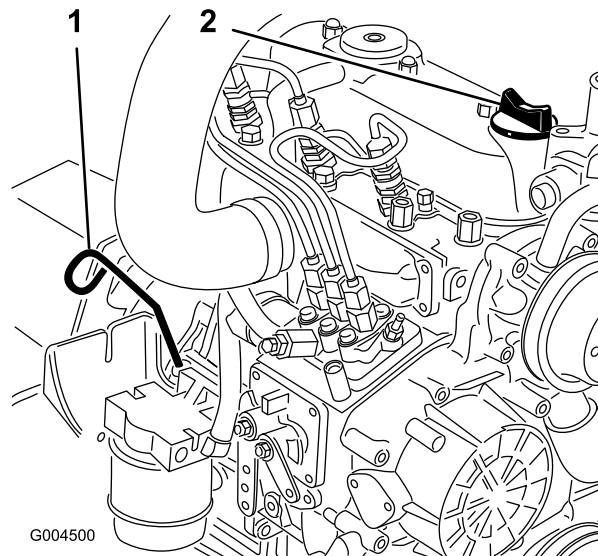

Figura 40
3. Retire a vareta (Figura 40), limpe-a e volte a colocá-la. Retire a vareta e verifique o nível de óleo.
4. Se o nível de óleo se encontrar abaixo da marca Full (Cheio) da vareta, retire a tampa de enchimento (Figura 40) e adicione óleo até que o nível atinja a marca Full.